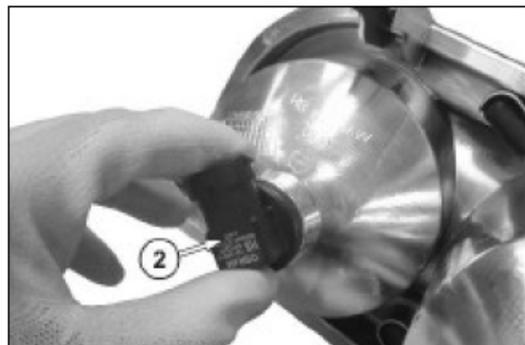

Fig. 137
2. Gire el foco hacia la izquierda (2 Fig. 137)